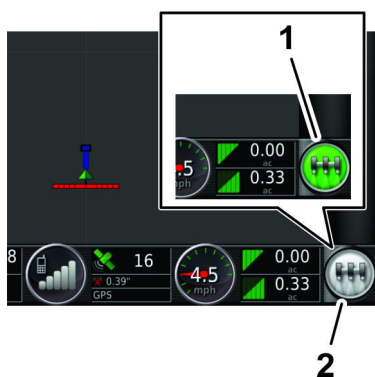

Figura 164
- En la consola de control GeoLink, pulse el icono INTERRUPTOR MAESTRO (Figura 164) a ACTIVADO (verde).